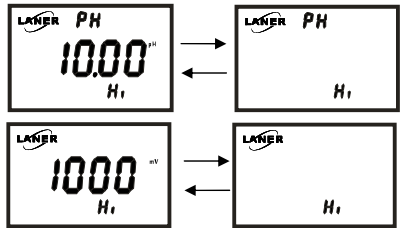

图 7-7
1、仪表在测量状态时按下 **REL** 键，仪表的高点控制数值将跳闪，显示如图 7-7 所示：